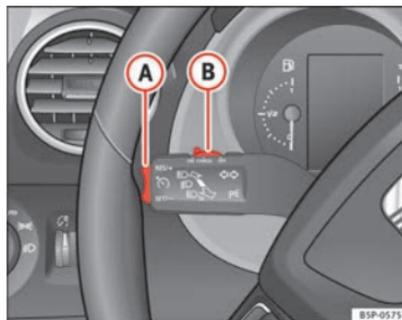

Fig. 150 Leva degli indicatori di direzione e degli abbaglianti: interruttore e tasto di comando del regolatore di velocità
- Spostare verso sinistra l'interruttore ⇒ fig. 150 **(A)**, posizionandolo su **ON**.